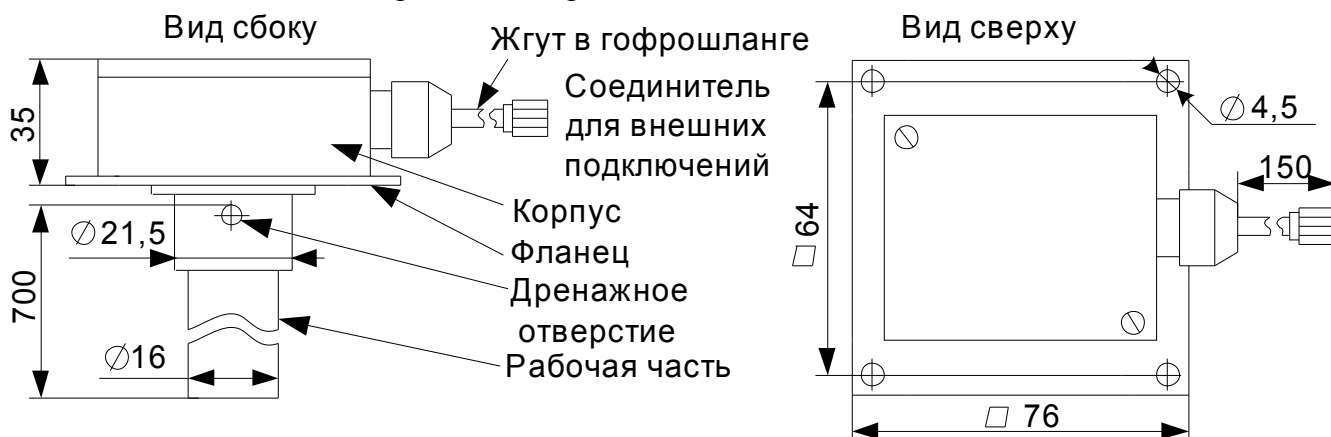

Рис.1 Габаритные и крепежные размеры датчика ДУ-02
Внешний вид датчика приведена на рис. 1.
Длина рабочей части датчика (см. рис. 1) равна расстоянию от нижнего края наружной трубы датчика до верхнего края дренажного отверстия.
**1) наружная труба рабочей части, фланец и корпус датчика (см. рис.1) электрически соединены в датчике с цепью «Общий» питания (см. рис.2)!**